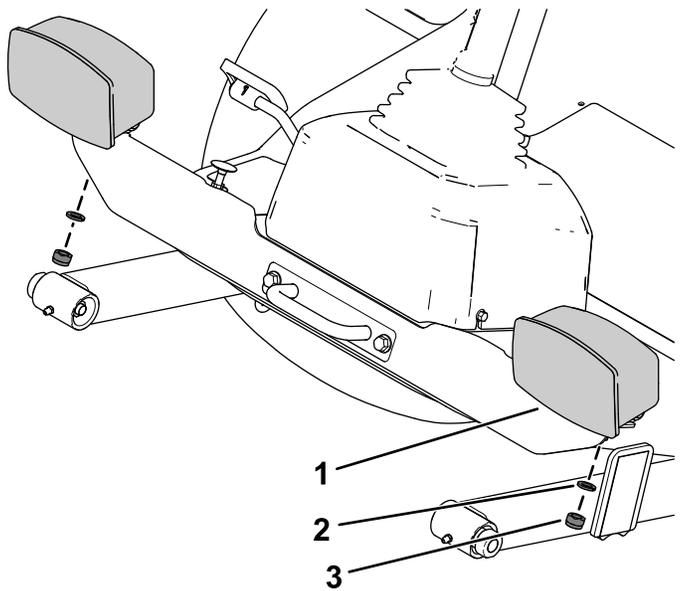

Figure 13
- Fixez les blocs d'éclairage gauche et droit sur le support transversal à l'aide de la rondelle frein et de l'écrou hexagonal de chaque bloc (Figure 13).